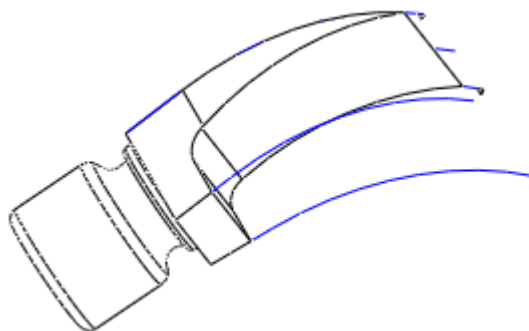

图 40-22
- (4) 单击草绘命令工具栏中的  按钮,返回拉伸特征操控板,调整材料的移出方向,单击  按钮,完成特征的建立,如图 40-22 所示。